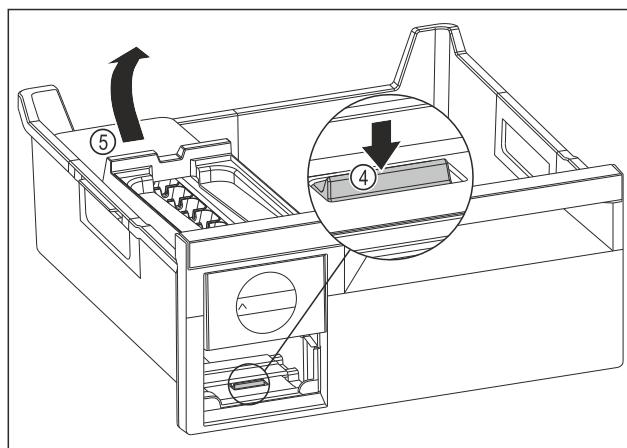

Fig. 171
- Retirer le corps de l'EasyTwist-Ice : Avec le doigt, pousser la languette Fig. 171 (4) vers le bas tout en soulevant de l'autre main le corps de l'EasyTwist-Ice Fig. 171 (5) depuis l'arrière.